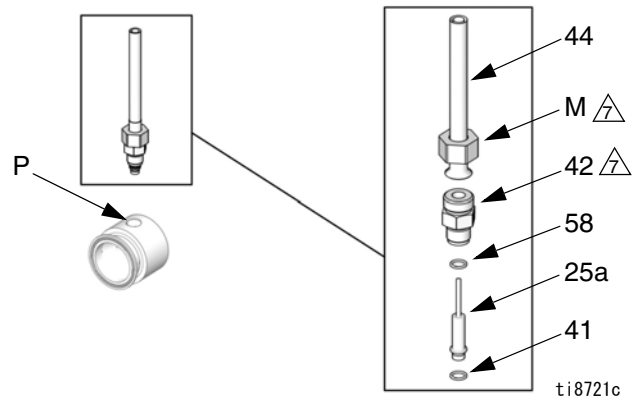

図 12. 圧力トランスデューサ
11. 図 12 を参照してください。センサーコンジット (44) のナット (M) を緩めて、トランスデューサポート (P) からアダプタ (42) をねじって外します。ポートからトランスデューサ (25a) を取り外します。
13. 図 12 を参照してください。新しい黒色 O リングおよび新しい真ちゅうのスペーサ (58) をトランスデューサ (25a) に取り付けます。
16. 図 12 を参照してください。トランスデューサをトランスデューサポート (P) に挿入します。まずアダプタ (42) に、次にナット (M) に 21-27 N・m (15-20 フィート・ポンド) のトルクを与えます。